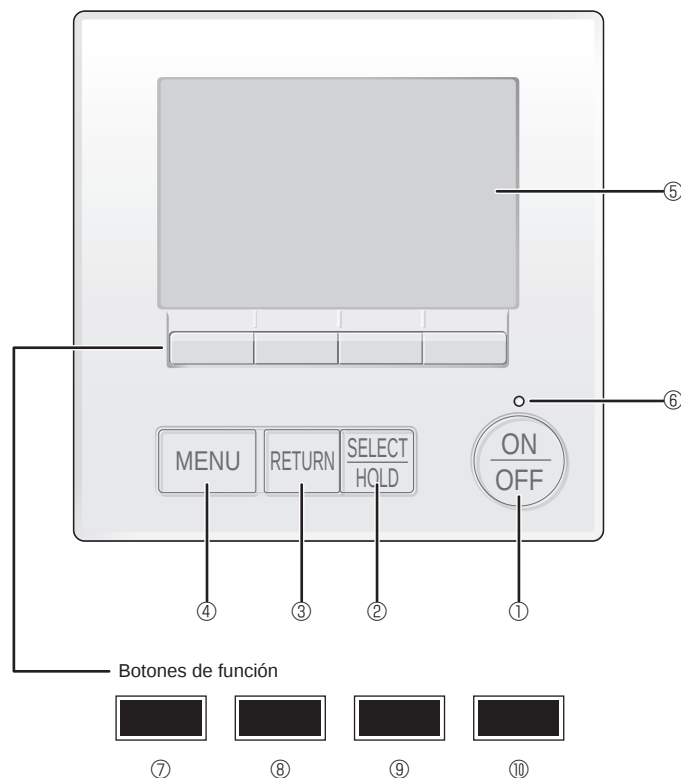

Fig. 7-1
7.2.1. Al usar el mando a distancia con cable (Fig. 7-1)
① Botón [ON/OFF]